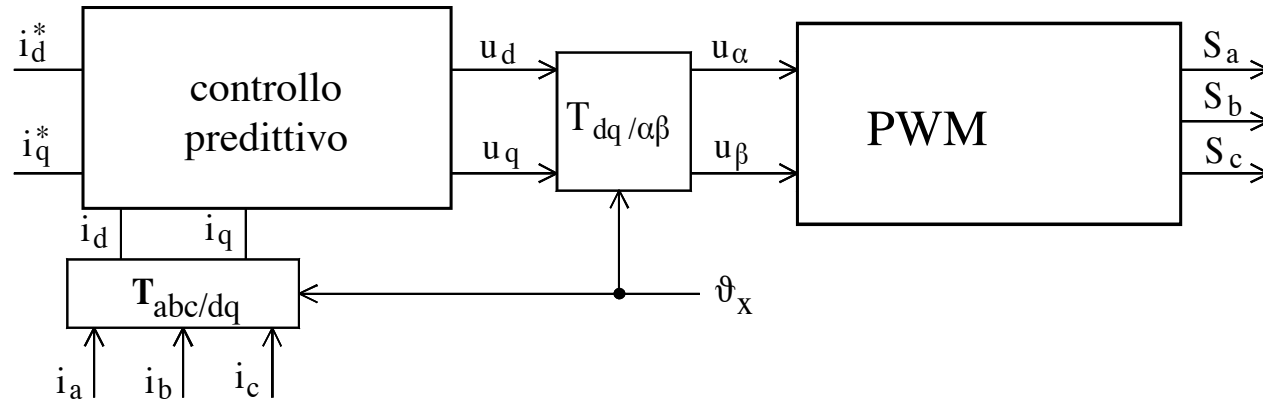

Fig.6.4.2 - Controllo di corrente sincrono, con controllori PID
6.4.2 Controllo predittivo in d - q (con stima dei parametri del motore) - Un esempio di controllo di corrente di tipo sincrono, impiegante regolatori predittivi che richiedono l'uso di generatore di PWM è riportato in Fig.6.4.2.